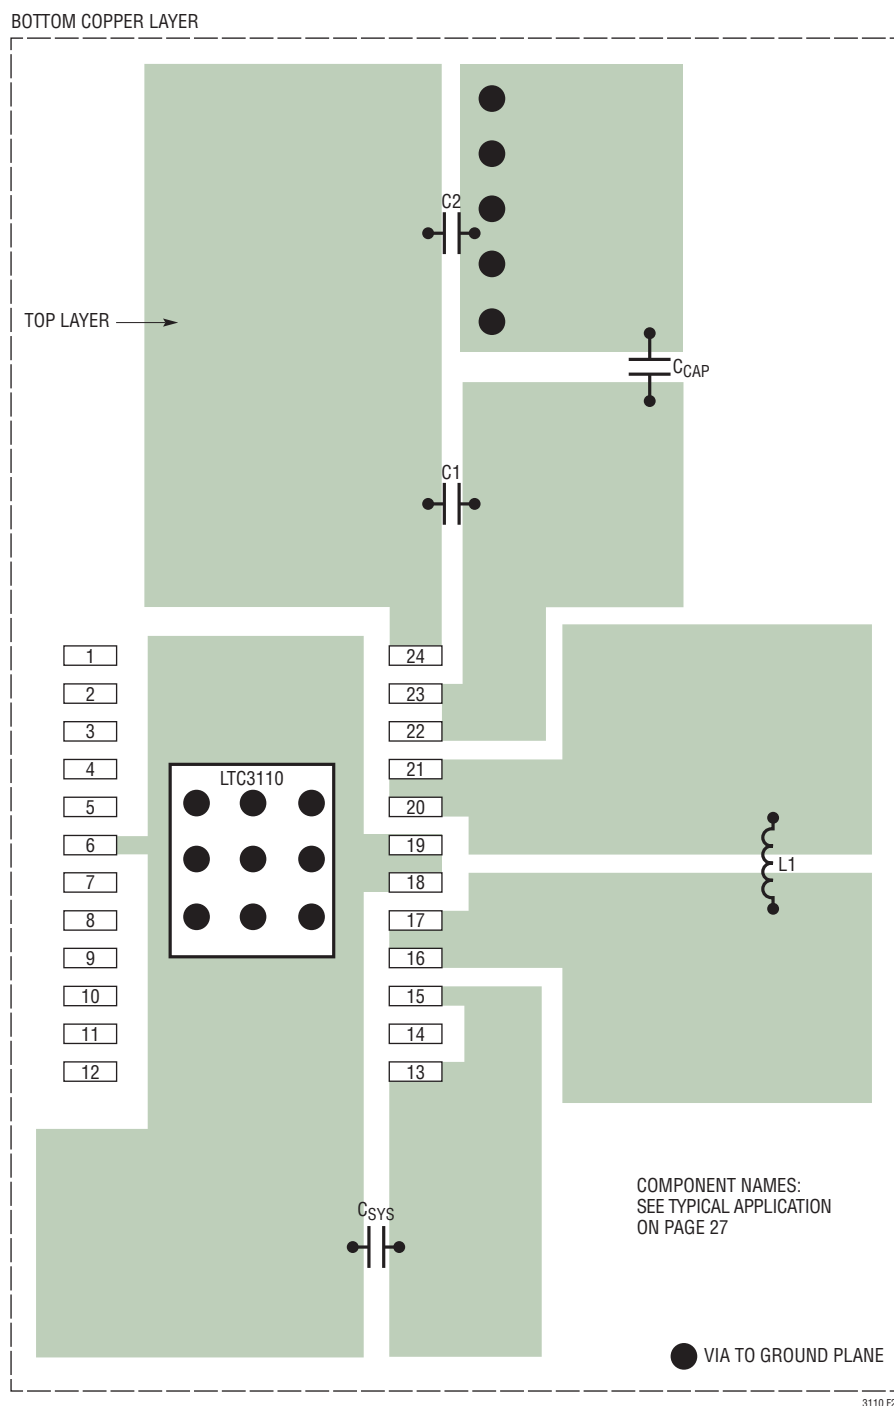

図 19. TSSOP パッケージの PCB 部品配置
LTC3110は大きな電流を高い周波数でスイッチングします。ノイズのない安定した動作を保証するには、PCB レイアウトに特別に注意が必要です。2層PCBを使用する場合は、LTC3110に使用する推奨のPCBレイアウトを図19および20に示します。熱やノイズの理由から、4層PCBレイアウトを推奨します。主なガイドラインは以下のとおりです。
1. 全ての循環する高電流経路をできるだけ短くします。これは図19と図20の部品への配線をできるだけ短くかつ幅広くすることによって実現できます。コンデンサのグラウンドは、できるだけ短い配線でビアによってグラウンド・プレーンに接続します。バイパス・コンデンサ C_{SYS} および C_{CAP} は、できるだけデバイスの近くに配置し、グラウンドまでの経路をできるだけ短くします。